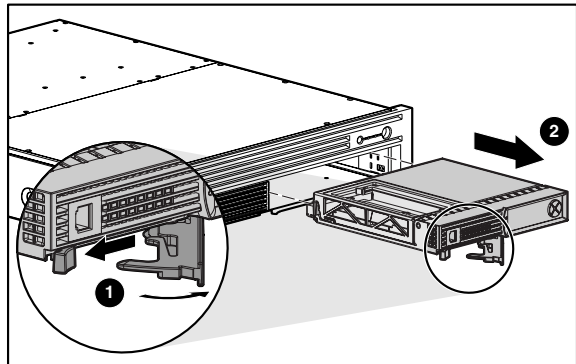

Figura 5: Extracción del Controlador
1. Presione el pestillo, gire del asa del pestillo y tire hacia afuera ❶.
2. Saque el Controlador del chasis ❷ como se muestra en la Figura 5.